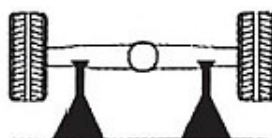

Abb. 4: Achsständer anbringen
Schritt 7: Sichern Sie die angehobene Last als eine wesentliche Sicherheitsmaßnahme mit einem geeigneten Achsstand ab (Abb.4).